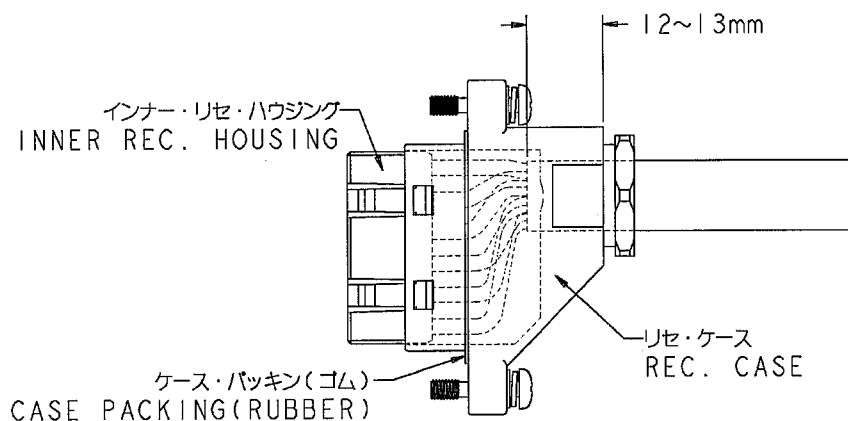

Fig. 5
5) ケーブルの位置決めを行います。ケーブルジャケット端が Fig. 5 の位置に来るように位置決めし、その位置を保持したまま、ワイヤー・ラバーパッキン、ワイヤクランプをリセケース内にずらし、ワイヤ・フィクスト・セット・スクリューを締め付けてケーブルをリセケースに固定してください。スクリューの締め付けトルクは、150~250 N-cm としてください。
5) To positioning and fix the cable to the receptacle case, proceed as follows. Slide the receptacle case so that the end of cable jacket is positioned as Fig. 5. Keeping the position, slide the wire rubber packing, the wire clamp into the receptacle case then tighten the fixed set screw. The fixed set screw must be tightened at 150- 250 N-cm in torque.